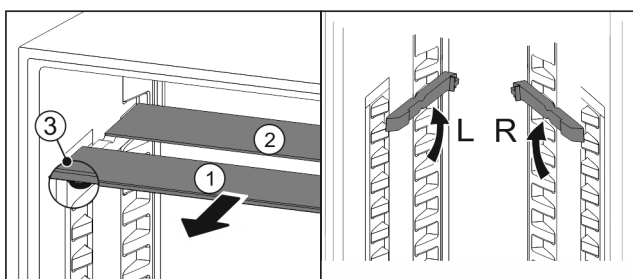

Fig. 17
- ▶ 将玻璃隔板逐个向前拉出 Fig. 17 (1)。
- ▶ 带装饰条的玻璃隔板 Fig. 17 (1)在前。
- ▶ 阻挡装置 Fig. 17 (3)指向下方。